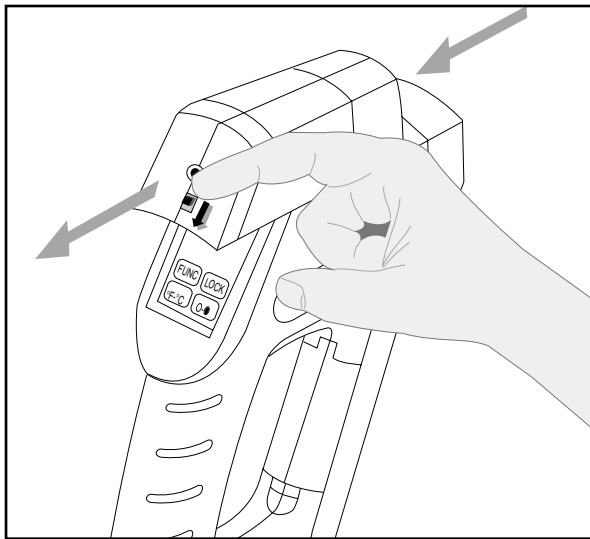

Abbildung 3-7. Abnehmen des Lasermarkers
2. Drücken Sie den Entriegelungshebel (unterhalb der Betriebsanzeige) nach unten und schieben Sie das Lasermarker-Modul nach hinten (in Richtung der Thermometer-Anzeige), um das Modul abzunehmen (s. Abbildung 3-7).